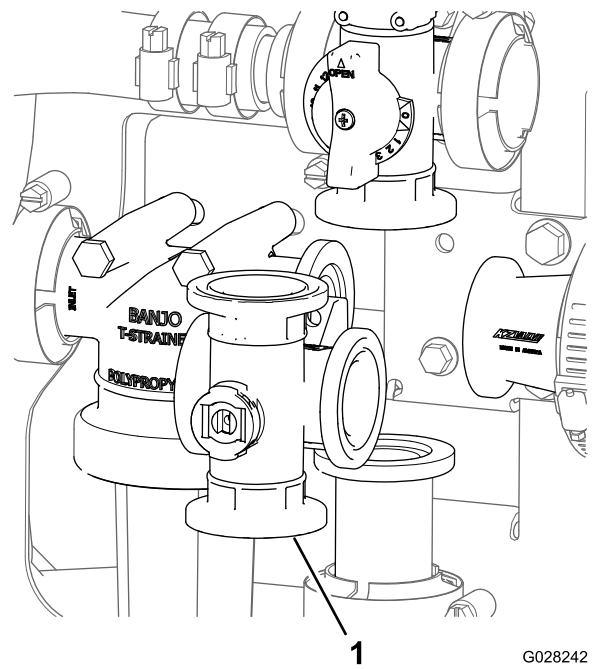

Bild 135
2. Nehmen Sie den Rührwerkventil-Verteiler von der Maschine ab (Bild 135).